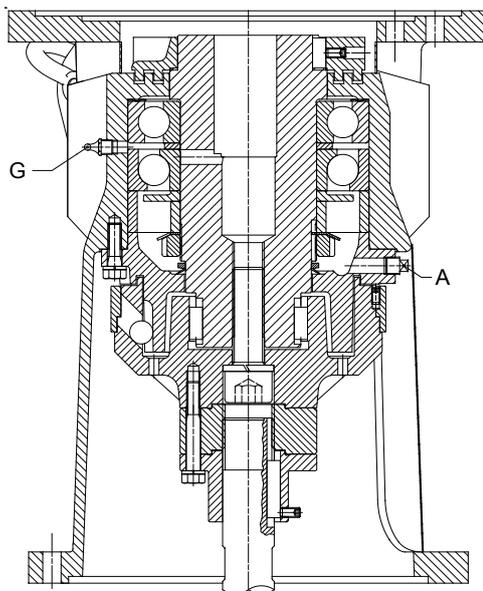

Fig. 16. Soporte vertical HMSS 7226
8.1 Lubricación del soporte vertical HMSS (Fig. 16, 17, 18)